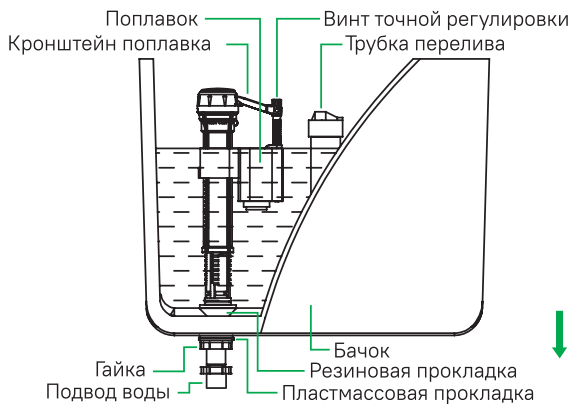

Рис. 1
**Уровень воды соответствует верхнему краю поплавка (рис. 1), он должен быть на 2–4 см ниже трубки перелива воды;**